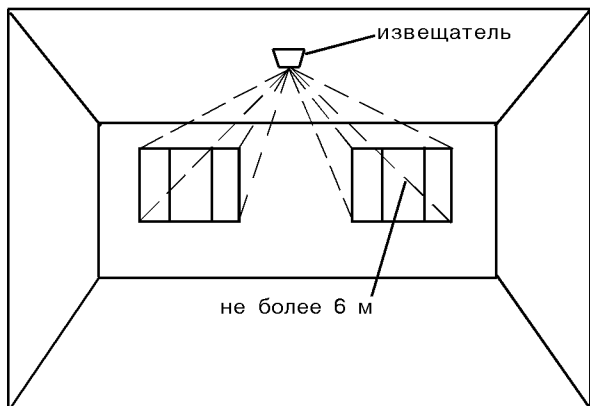
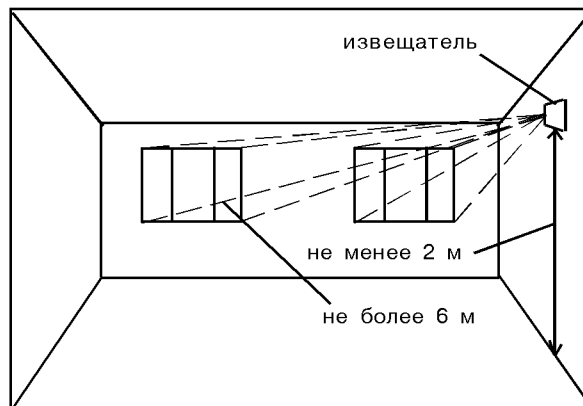
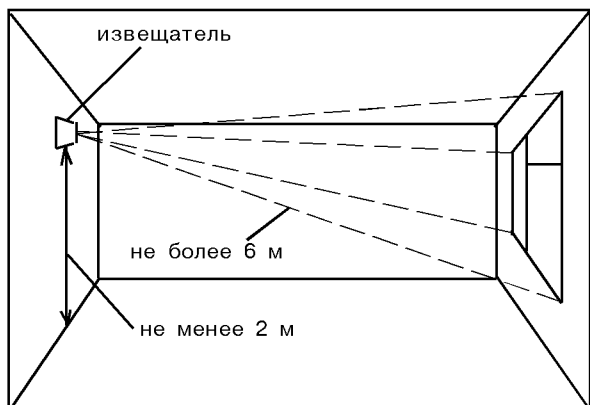
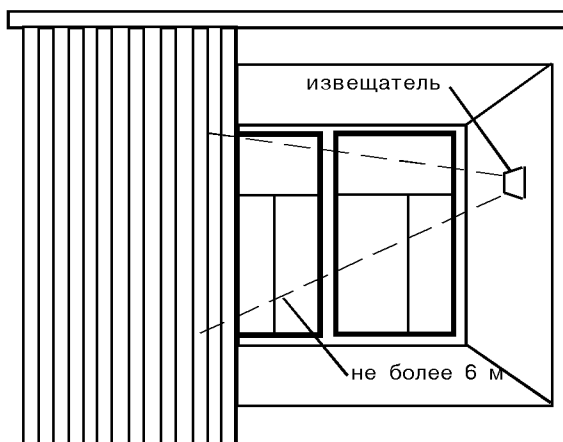

Рис. 5 - Установка извещателя на потолке
Рис. 6 - Установка извещателя на боковой стене
Рис. 7 - Установка извещателя на противоположной стене
Рис. 9 - Установка извещателя между стеклом и занавесями (жалюзи)
- допускается установка извещателя на любой из боковых (рис. 6) или противоположной (рис. 7) стене, а также на потолке помещения (рис. 5 и 8) или в простенке между охраняемым стеклом и занавесями (рис.9);